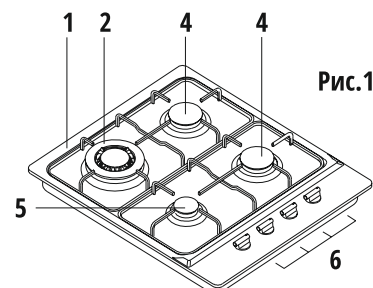

Рис.1
(См. Рис.1)
- Если даже спустя несколько попыток разжечь пламя не удастся, проверьте правильность положения колпачка и рассекателя горелки (см. рис. 1). Чтобы выключить пламя, поверните ручку на указатель «●».